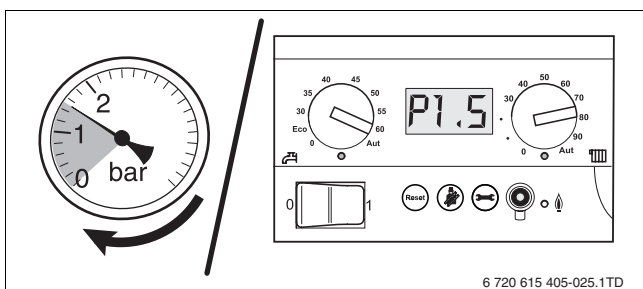

Bild 51 Tryckvisning analog/digital
- Läs av drifttrycket på manometern (→ bild 51).
- Öppna vattenkranen och fyll på värmeanläggningen till 1,5 bar. Följ här värmekretsens tryckangivelse (→ bild 51). Värmearrättens maximala tryck, som mäts direkt vid gaspannan, får inte överskrida 2,5 bar.